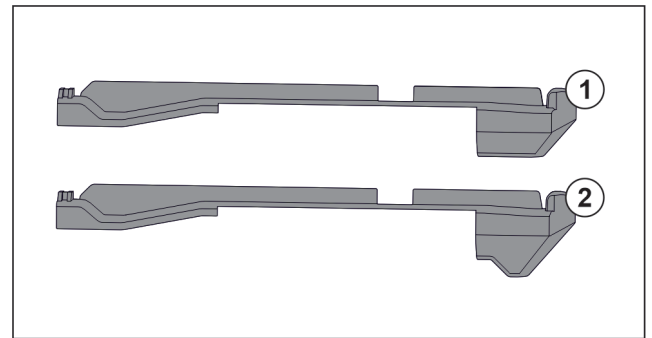

Fig. 150 Vergleich der Aufsteckteile
Im Gerät befinden sich zwei unterschiedliche Aufsteckteile. Das Aufsteckteil über dem untersten Schubfach Fig. 150 (2) hat eine dreieckige Kante. Alle anderen Aufsteckteile Fig. 150 (1) haben eine gerade Kante.
- Aufsteckteil Fig. 150 (2) mit der dreieckigen Kante über dem untersten Schubfach anbringen.
- Aufsteckteil Fig. 150 (1) mit der geraden Kante an allen anderen Stellen anbringen.